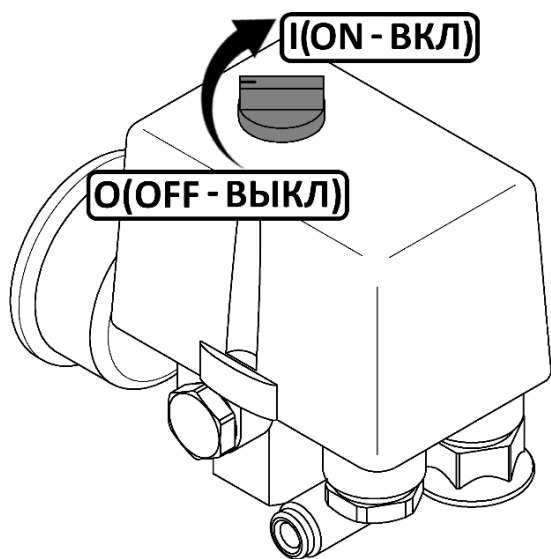

Рисунок 2
- Проверьте, чтобы выключатель на реле давления находился в выключенном положении "O" или "OFF", в зависимости от исполнения (рис. 2).
- Выключить компрессор выключателем 3 на реле давления (рис 3-7). Для этого необходимо переключить выключатель в положение "O" или "OFF", в зависимости от исполнения (рис. 2). После этого остановится электродвигатель и произойдет сброс давления из нагнетательного воздухопровода и поршневого блока.
- Переключите выключатель **3** на реле давления (рис. 3-7) в положение "O" или "OFF", в зависимости от исполнения (рис. 2).